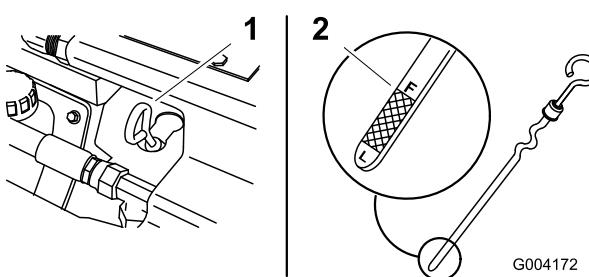

Figura 9
6. Introduzca la varilla a fondo en el tubo de la varilla (Figura 9).
5. Retire la varilla y limpíe el extremo metálico (Figura 9).